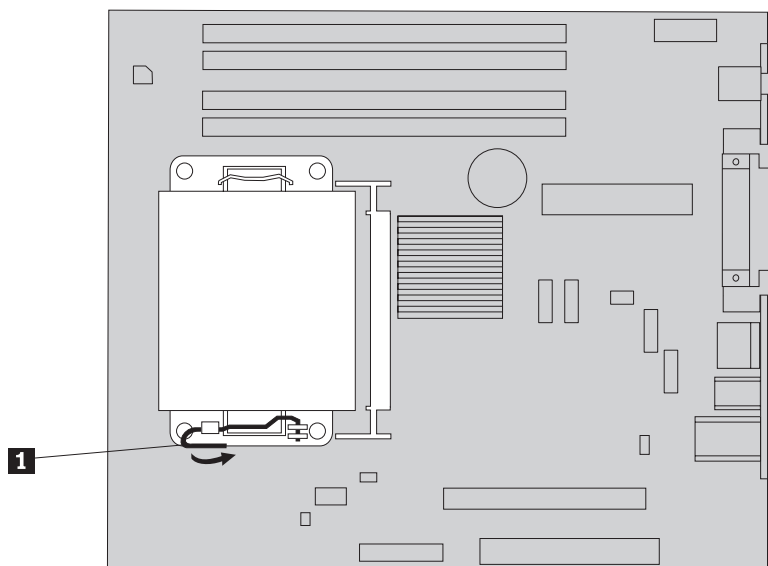

図 22. ヒートシンクの取り外し
3. ヒートシンクを固定しているレバー **1** が完全に直立するまで回転させて、システム・ボードからヒートシンクを取り外します。システム・ボードからヒートシンクを慎重に持ち上げます。図 22を参照してください。